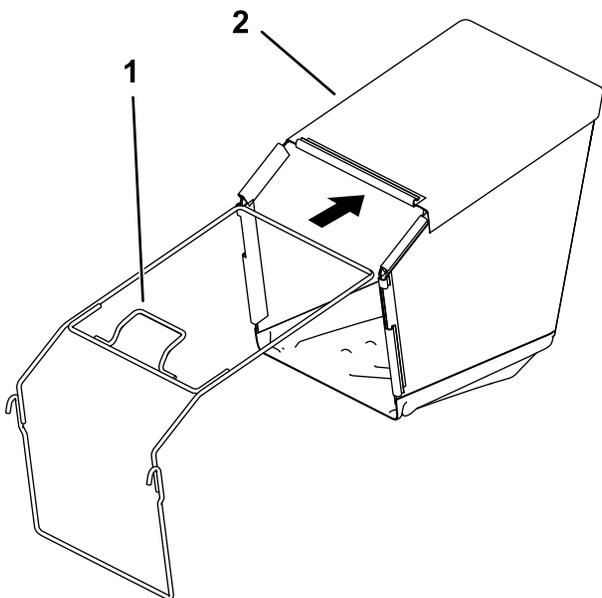

Рисунок 6
2. Вставьте проволочный каркас в травосборник, при этом убедитесь в том, что ручья находится над травосборником (Рисунок 6).